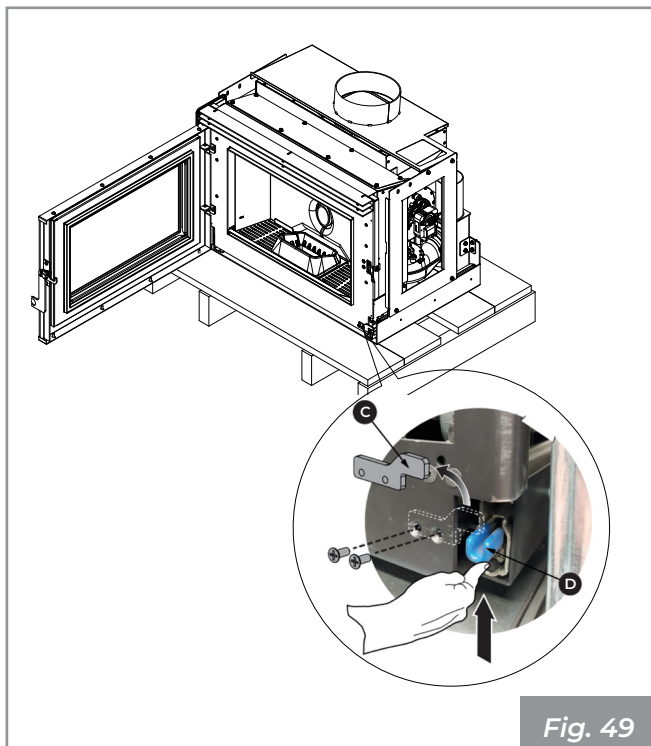

Fig. 49
- Smontare la staffetta di sicurezza, svitando le due viti di fissaggio. ( **Fig. 49**).